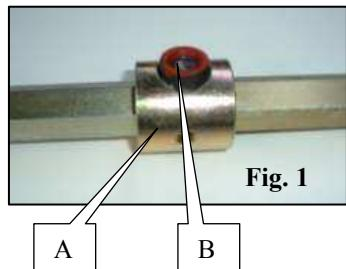
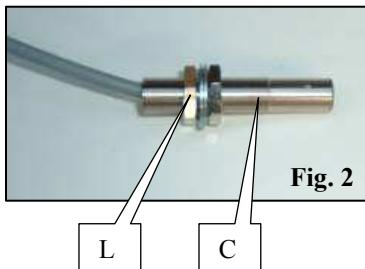

Fig. 1
Fig. 2
- **En sembradora NG+ y NX (a partir de 2006)** quitar la tapa de la caja A (fig. 1) y la distribución. Retirar la placa de protección I (Fig. 6) fijada en la caja
- **En sembradora NC,** bajar la reja. - Quitar la tapa de la caja A (fig. 1) y la distribución.
- **En sembradora NG+ y NX** montar la solapa protectora E (fig. 1 y 5) ref. 6240 en la tapa de la caja de distribución con los tornillos de cabeza hexagonal F (fig. 1 y 5) sin olvidar la placa G (fig. 1 y 5) ref. 6241.
- **Nei modelli di seminatrice NG+ e NX, (immatricolati prima del 2006)** rimuovere il coperchio della scatola A (fig.1) e la distribuzione. Smontare una ruota di calibro, un disco e la discesa di semi in plastica nera. Montare la nuova discesa B (fig.2) ref. 7079.a (gancio in basso, asse più copiglia in alto).
- **Nel modello di seminatrice NC, (immatricolati dal 2006)** abbassare il vomere. Rimuovere il coperchio della scatola A (fig. 1) e la distribuzione. Rimuovere la lamiera di protezione I fissata sulla scatola (Fig.6)
- **Nei modelli di seminatrice NG+ e NX,** montare la bavetta di protezione E (fig. 1 e 5) ref. 6240 sul coperchio della scatola di distribuzione con le viti a testa esagonale F (fig. 1 e 5) senza dimenticare la lamiera (fig. 1 e 5) ref. 6241.
-Coller l'aimant B sur la noix A (fig. 1) si cela n'est pas déjà fait.
-Ajuster la position du capteur à l'aide des deux écrous de blocage L (fig. 2) de telle sorte que **le bout du capteur se trouve à environ 5 mm de l'aimant**. (une fois branchée et sous tension, un voyant s'affiche à l'écran de la console à chaque passage de l'aimant devant le capteur).